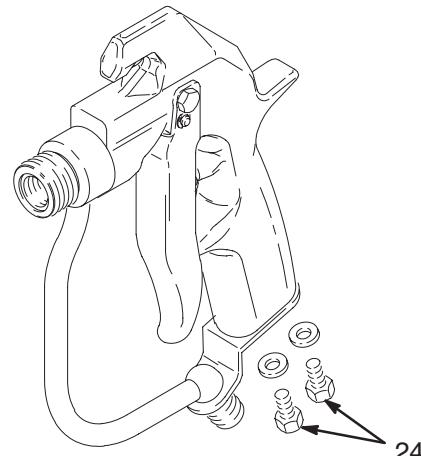

Рис. 9
- Выкрутите винты (24). См. Рис. 9.